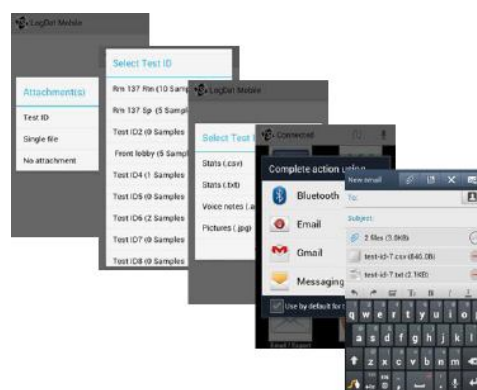

Рисунок 8. Экспорт сохраненных данных
- Данные экспортируются на SD карту, электронную почту, Google Drive или через блютуз (Рисунок 8)